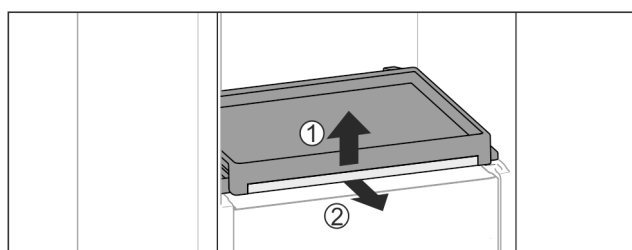

Fig. 173
- ▶ 取出拉出式搁板与玻璃隔板：微微抬起玻璃隔板的前端 Fig. 173 (1)，然后向前拉出 Fig. 173 (2)。